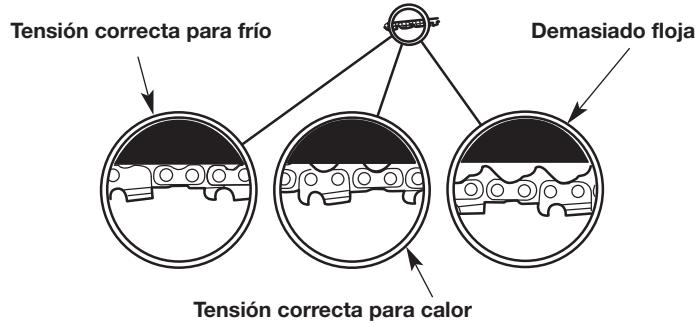

Fig. 25
- La tensión de cadena deseada depende de la temperatura de la cadena de la sierra (Fig. 25).
- Tensado de cadena fría - La cadena de la sierra deberá encajar justo contra la parte inferior de la barra guía. No debe haber ninguna flojedad (Fig. 25).
- Tensado de cadena caliente - La sierra se expandirá a medida que se calienta durante la operación. Los eslabones de impulsión deben colgar aproximadamente 1/16 pulgadas (1,3 mm) fuera del surco de la barra guía (Fig. 25).